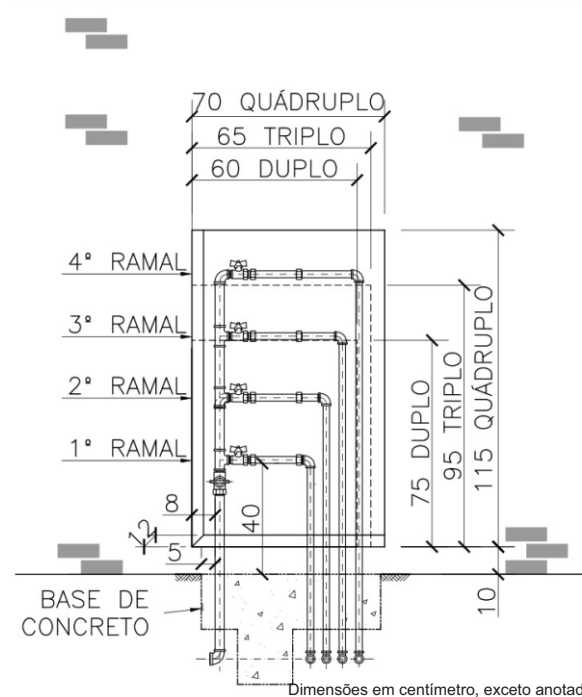

Figura 8 – Localização do padrão múltiplo no muro/ mureta frontal.
**Muro/mureta de fachada (nicho):** Para instalação no muro frontal deve ser utilizado o nicho, conforme figura 8, de acordo com o tipo de padrão múltiplo (duplo, triplo ou quádruplo) sendo recomendado a instalação de tampa no nicho sem nenhum tipo de fecho ou fechadura. Ela deve ter um puxador para facilitar sua abertura e ser provida de aberturas para ventilação adequada.
- no muro/mureta frontal (figura 8);